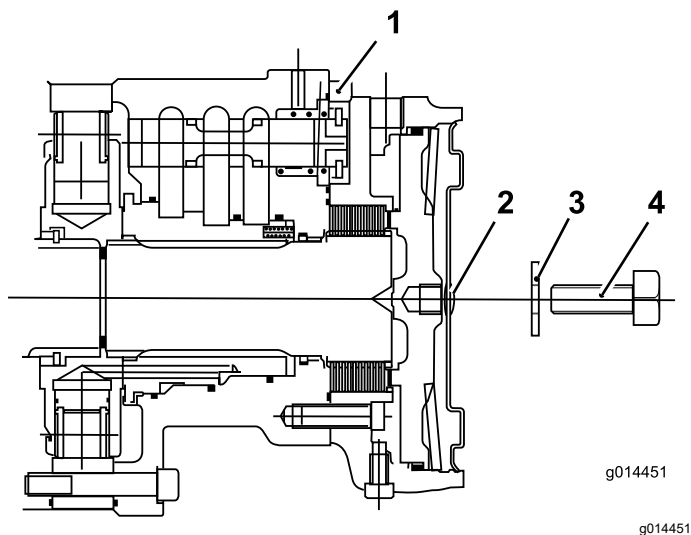

Figura 36
7. Coloque un perno de 12 mm x 40 mm y una arandela de 12 mm en el taladro en el centro de la placa del extremo del motor (Figura 36).
8. Apriete el perno en el taladro roscado del pistón del freno hasta que el freno quede liberado (Figura 36).